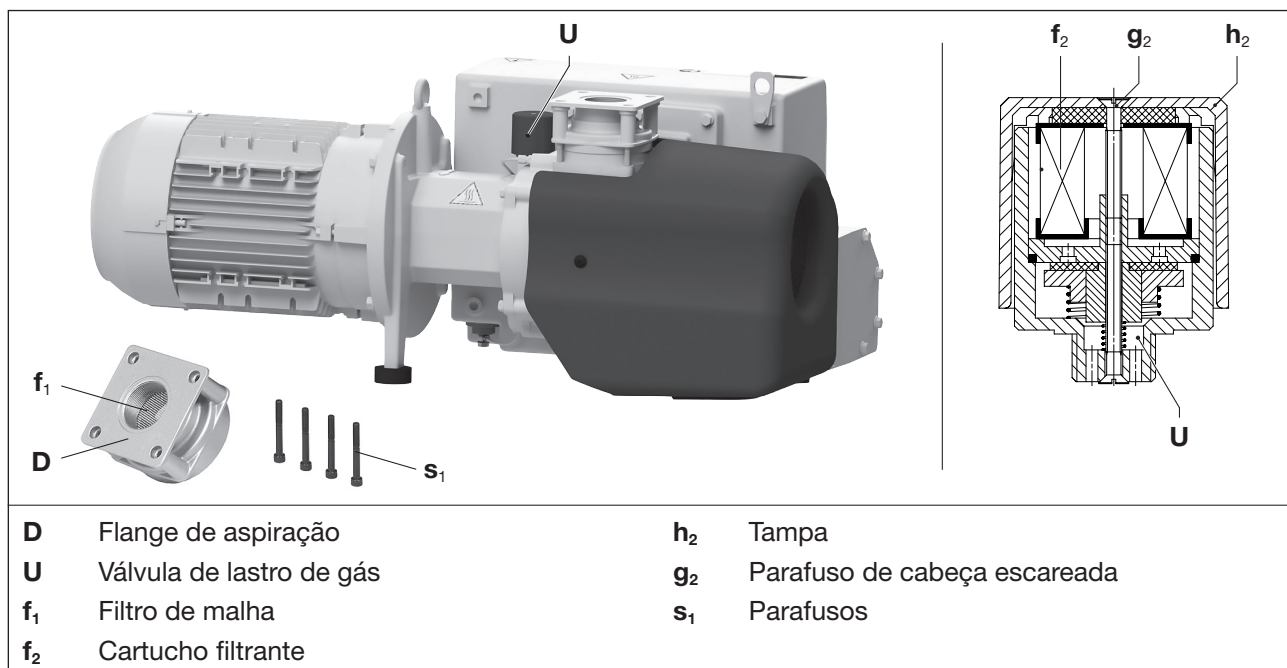

Fig. 6 Filtragem e válvula de lastro de gás
O filtro de malha (Fig. 6/f1) deve ser limpo, dependendo das impurezas do meio aspirado, com maior ou menor frequência, por lavagem ou sopro, ou deve ser substituído.
- b) Retirar o flange de aspiração (Fig. 6/D) após soltar os parafusos (Fig. 6/s1).
- c) Limpar o filtro de malha (Fig. 6/f1).
- e) Colocar o flange de aspiração (Fig. 6/D) e apertar com os parafusos (Fig. 6/s1). Torque de aperto: 25 Nm
As bombas operam com uma válvula de lastro de gás (Fig. 6/U). O cartucho filtrante instalado (Fig. 6/f2) deve ser limpo, com maior ou menor frequência, dependendo das impurezas do meio que flui.
- Soltando o parafuso de cabeça escareada (Fig. 6/g2) e removendo a tampa de plástico (Fig. 6/h2), as peças do filtro podem ser retiradas para a limpeza.
- Limpar o cartucho filtrante (Fig. 6/f2) por sopro ou substituir.
- Inserir o cartucho filtrante (Fig. 6/f2) na válvula, colocar a tampa de plástico (Fig. 6/h2) e fixar com o parafuso de cabeça escareada (Fig. 6/g2). Apertar o parafuso com a mão.